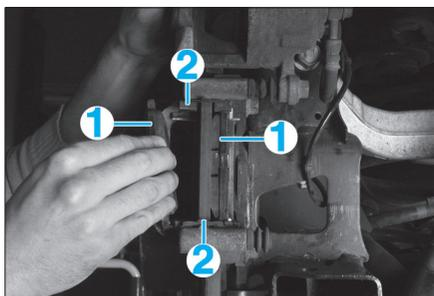
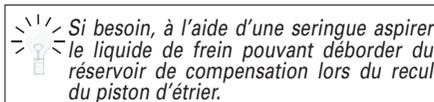

Fig. 7
Fig. 8
- les plaquettes de frein (1) (Fig.7),
- les ressorts (2),
- Repousser complètement le piston de l'étrier (Fig.8).